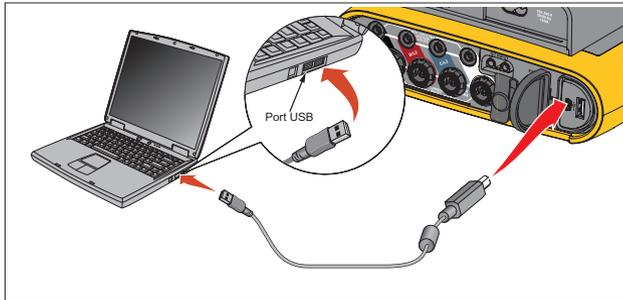

Figure 12. Raccordement de l'enregistreur de qualité d'énergie au PC
3. Branchez le câble USB aux ports USB de l'ordinateur et du Logger. Voir la Figure 12.